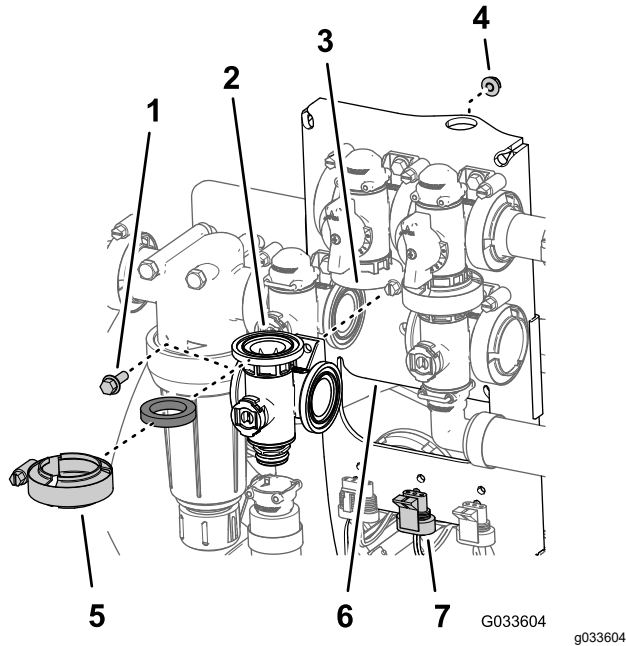

图 127
1. 将搅拌阀歧管凸缘、垫片与搅拌旁通阀凸缘对齐图 127。
9. 使用在 拆下搅拌歧管阀 (页码 70) 的第 3 步卸下的凸缘头螺栓和凸缘锁紧螺母图 127 将搅拌阀组装到阀安装座上上紧螺母和螺栓扭矩至 10 12N·m。